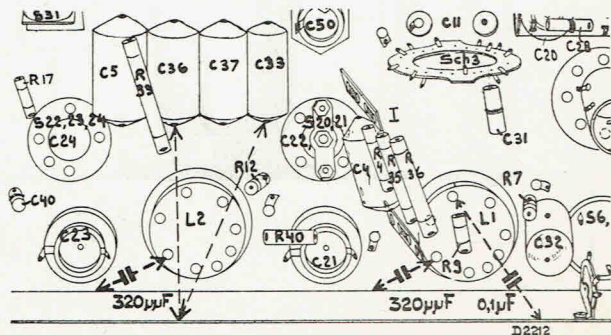

Fig. 3
5. Mettre le contrôle automatique du volume sonore hors service, en court-circuitant C33 et C36 (voir la fig. 3).
8. Dérégler le 3^e circuit à l'aide d'un condensateur de 320 $\mu\mu\text{F}$ entre l'anode de L2 et le châssis (voir la fig. 3).
15. Dérégler le 1^{er} circuit à l'aide d'un condensateur de 320 $\mu\mu\text{F}$ entre l'anode de L1 et le châssis (voir fig. 3).
9. Mettre à la terre la première grille de L1 à travers un condensateur de 0,1 μF (voir fig. 3).
4. Mettre à la terre la première grille de L1 à travers un condensateur de 0,1 μ F (voir fig. 3).